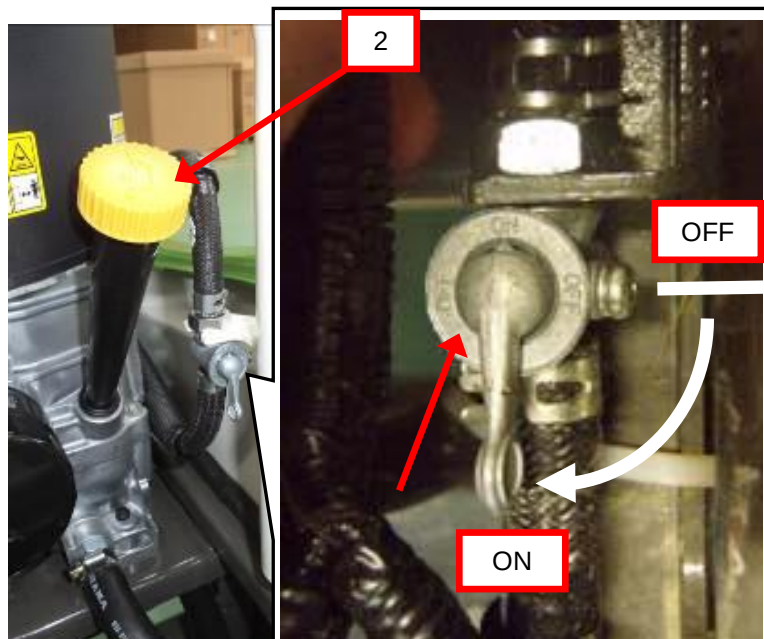

Figure 10
- La débroussailleuse RMK150 est équipée d'un robinet d'essence situé en dessous du filtre à air du moteur qui permet d'isoler le réservoir. Il alimente le moteur lorsqu'il est orienté dans le sens du tuyau, il est fermé lorsqu'il est orienté en travers (Figure 10, repère 1).